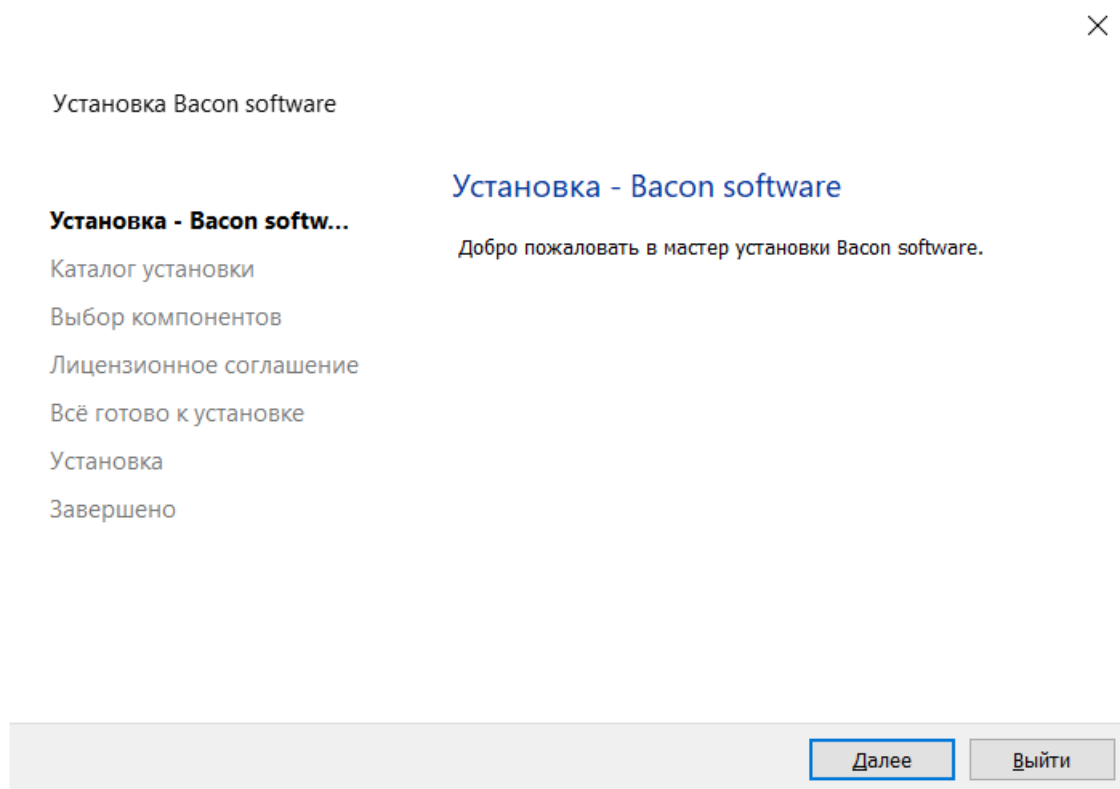

Рисунок 3.1 — Установка Программы. Окно приветствия
- 1) в окне приветствия нажать кнопку «Далее» (рисунок 3.1);